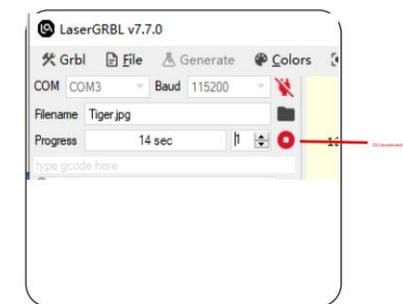

Рисунок 19 Остановка гравировки/резки
- Если вы хотите остановить гравировку/резку во время работы машины, вы можете нажать кнопку остановки, как показано на рисунке. Рисунок 19 для остановки гравировки/резки.